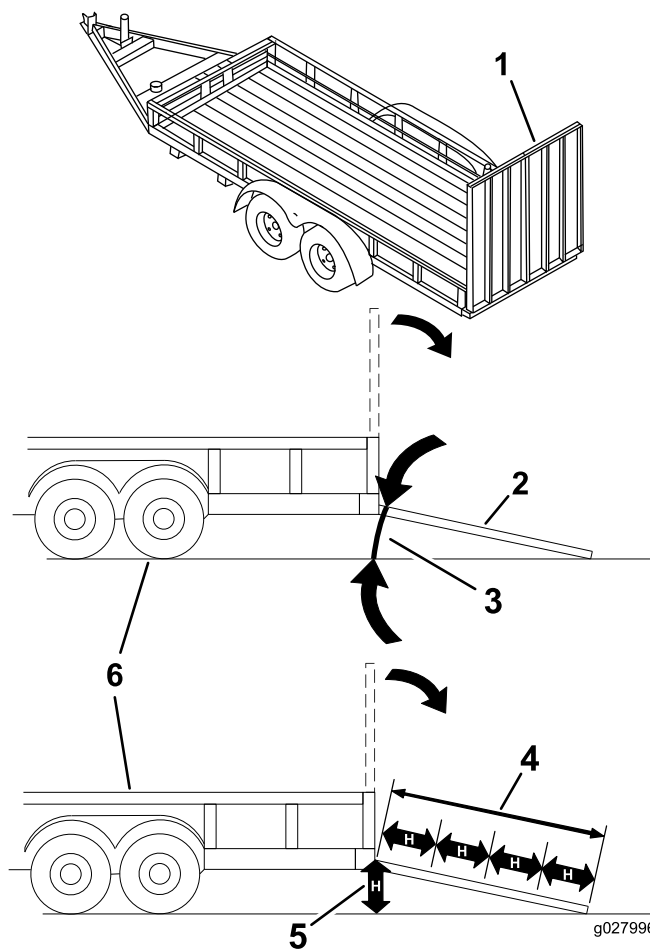

Figura 27
Încărcarea unei mainii pe o remorcă sau un camion crește riscul de răsturnare și poate cauza răni grave sau moartea (Figura 27).
3. Coborâi rampa, asigurându-vă că unghiul dintre rampă i sol nu depăete 15 grade (Figura 27).
1. Coborâi rampa, asigurându-vă că unghiul dintre rampă i sol nu depăete 15 grade (Figura 27).